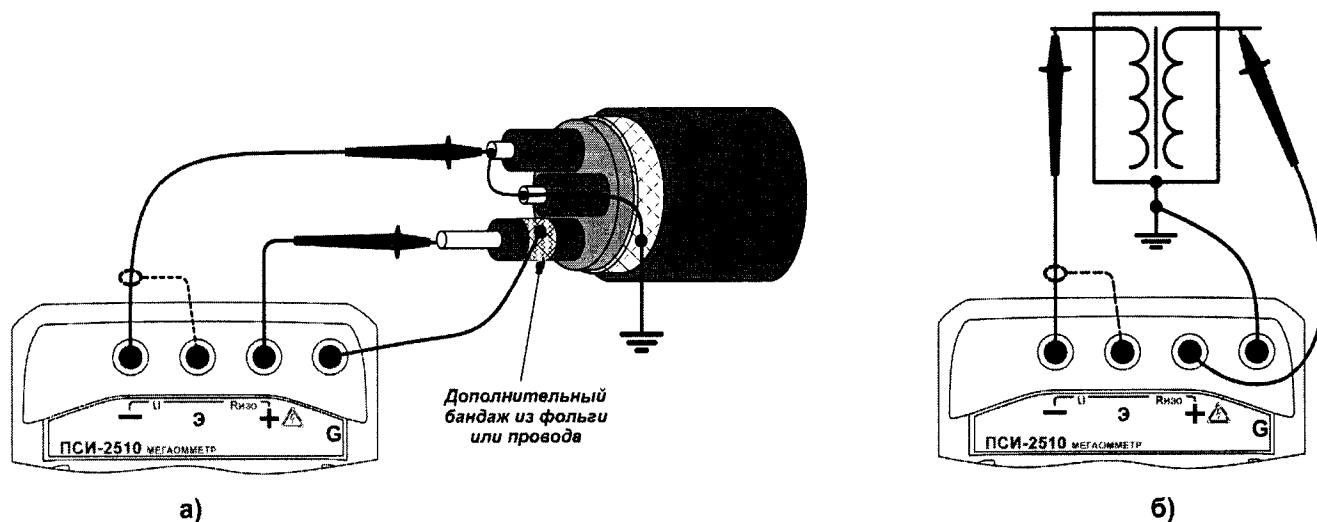

Рисунок 2.12 – Снижение влияния поверхностных токов утечки
- обычно, если один из контактов измеряемого сопротивления заземлен (рисунок 2.12.а), то к нему рекомендуется подключать «-» мегаомметра. Однако, в случае неустойчивых показаний смена полярности подключения может обеспечить более стабильные показания.